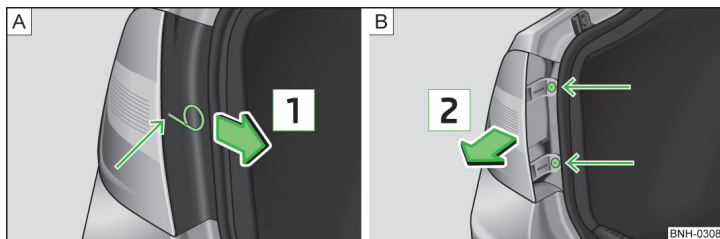

Abb. 156 Abdeckung/Leuchte ausbauen
- › Den Bügel zum Abziehen der Radvollblenden » Seite 153, Bordwerkzeug in die Bohrung an der mit dem Pfeil gekennzeichneten Stelle » Abb. 156 - **A** stecken.
- › Die Abdeckung in Pfeilrichtung **1** » Abb. 156 abziehen.
- › Die Leuchte mit dem Schlüssel aus dem Bordwerkzeug abschrauben » Abb. 156 - **B**.